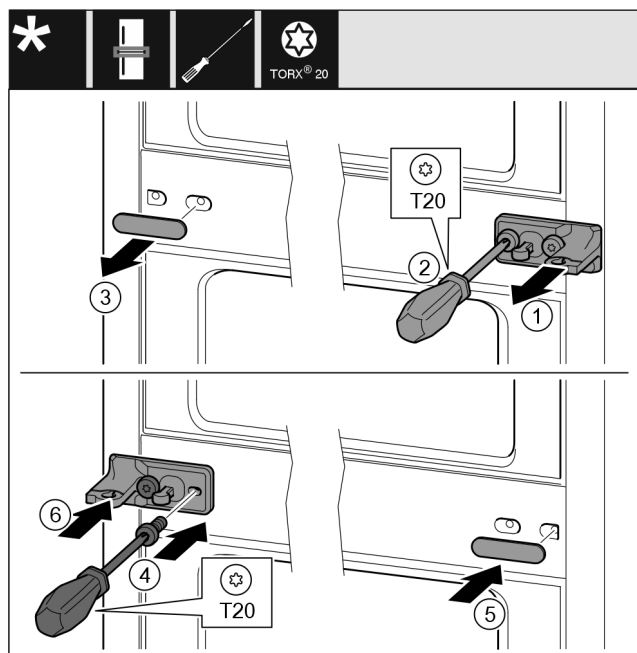

Fig. 34
- Træk skiven Fig. 34 (1) af.
- Skru skruerne Fig. 34 (2) ud med en skruetrækker.
- Træk forsigtigt afdækningen Fig. 34 (3) af.
- Skru hængslet med folie Fig. 34 (4) fast på den anden side, drejet 180°.
- Påsæt afdækningen Fig. 34 (5) på den anden side, drejet 180°.
- Skub skiven Fig. 34 (6) på for forsiden.